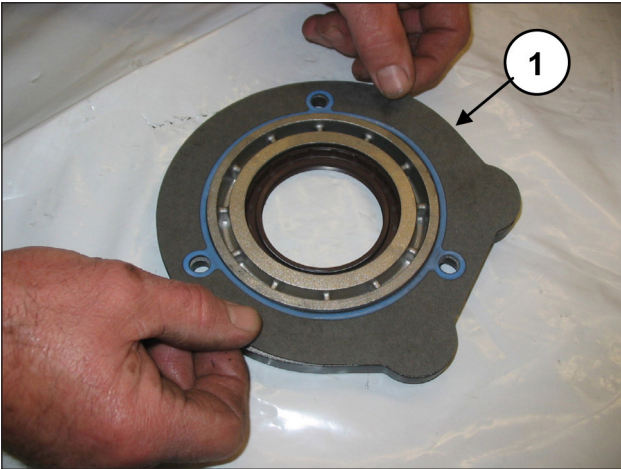
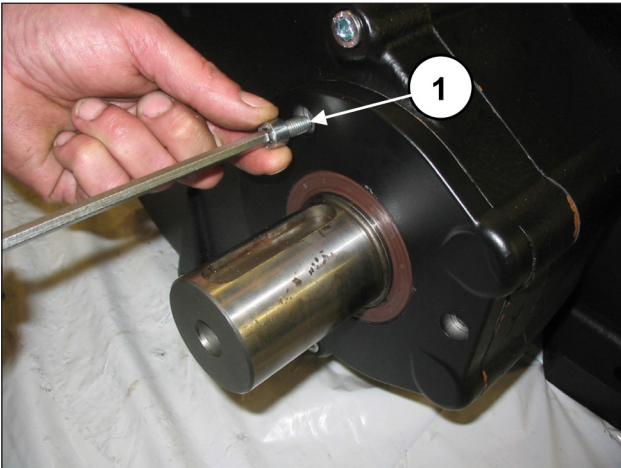

Abb. 72
Abb. 73
Montieren Sie den Getriebeflansch samt Dichtung in das Getriebegehäuse (Pos. ①, Abb. 72) und befestigen Sie den Flansch anhand von 3 Schrauben M8x18 (Pos. ①, Abb. 73).